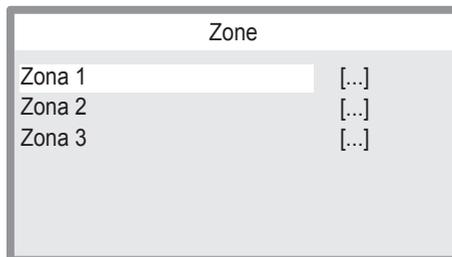

Figura 2.24
- Premere i tasti 12 o 13 (Figura 2.22) per selezionare il menu desiderato (Figura 2.24). I menu "Zona 2" e "Zona 3" sono visibili solo se l'impianto è suddiviso in più zone.